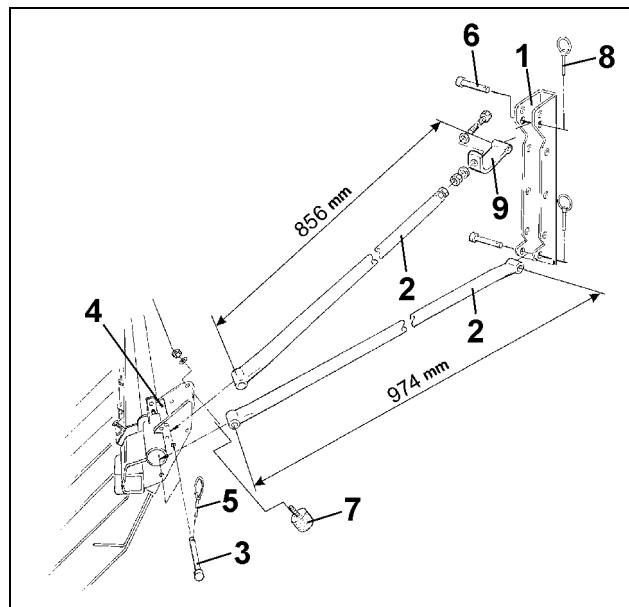

Fig. 24
- Svingmetelspuden (Fig. 24/7) monteres.
- Holderrørene (Fig. 24/2) fastgøres med bolte (Fig. 24/3) til eksaktdækstriglens holdere (Fig. 24/4) og sikres med ringsplitter (Fig. 24/5).
- Holderrørene (Fig. 24/2) fastgøres med bolte (Fig. 24/6) i lommerne (Fig. 24/1) og sikres med ringsplitter (Fig. 24/8).